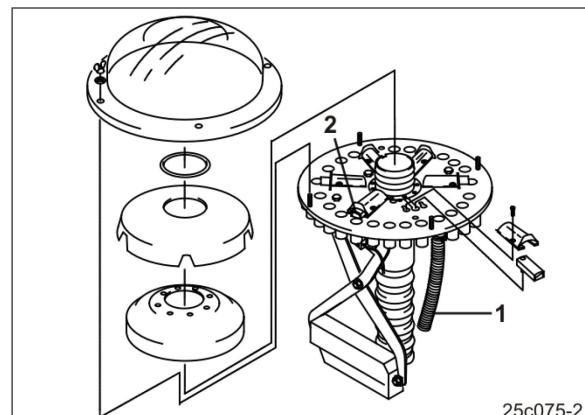

Рис. 129
1. Демонтируйте внешнюю крышку распределителя (Рис. 129/1).
2. Rin Demontieren Sie das Ringkissen (Рис. 129/2).
3. Демонтируйте внутреннюю крышку распределителя (Рис. 129/3).
4. Демонтируйте пенопластовую вставку (Рис. 129/4).